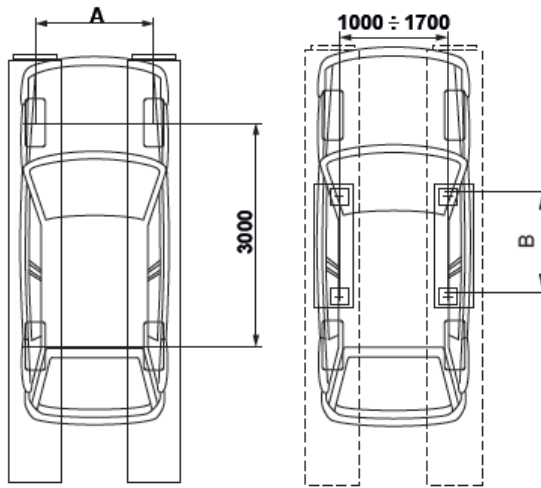

Bild 3
- min. spår: **A** (**se bild 3**)